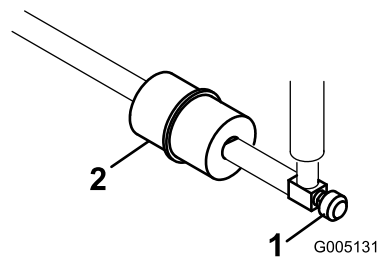

Рисунок 45
В топливном трубопроводе между топливным баком и карбюратором встроен проходной фильтр. (Рисунок 45). Убедитесь в том, чтобы стрелка на фильтре была направлена от топливного бака.
1. Закройте топливный отсечной клапан, снимите хомут шланга на обращенной к карбюратору стороне фильтра и отсоедините от фильтра топливный трубопровод (Рисунок 45).
2. Подставьте под фильтр сливной поддон, снимите оставшийся хомут и снимите фильтр (Рисунок 45).